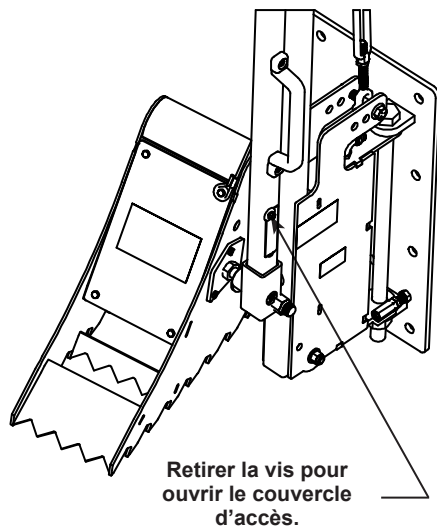

Figure 10
4. Remonter le couvercle d'accès au câble électrique en alignant l'extrémité du câble de sécurité sur le trou du couvercle d'accès. Voir figure 10. Attacher le couvercle avec la vis et la rondelle retirées précédemment.